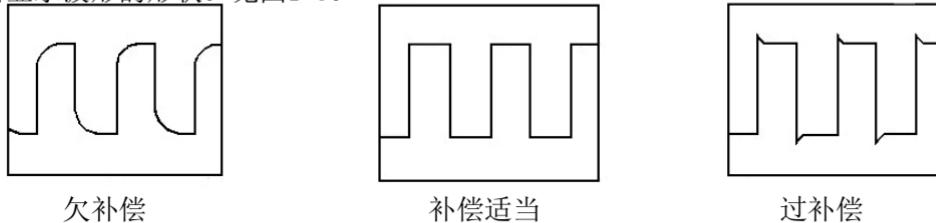

图1-5
- (1) 在通道菜单中将探头选项衰减设置为10X，将探头上的开关也设定为10X，并将示波器探头与通道1相连接。如使用探头钩形头，应确保与探头接触可靠。
- (2) 将探头端部与信号发生器输出连接器相连，接地夹与信号发生器的地线连接器相连，显示通道，然后按下“AUTO”（自动）按钮。
- (3) 检查所显示波形的形状。见图1-5。